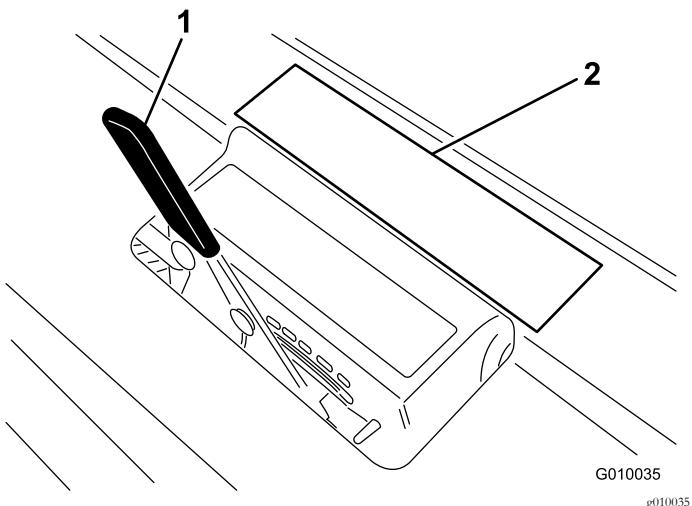

Bild 27
3. Legen Sie die Tines auf den Aufkleber für die Tines-Tiefe (Bild 27). Richten Sie ein Ende mit der gewünschten Aerifiziertiefe aus (siehe das Tines-Overlay auf dem Aufkleber).